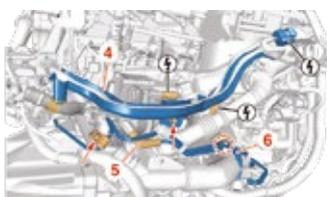

Fig. 35
- Spostare la guida **(4)** del fascio elettrico (Fig. 35).